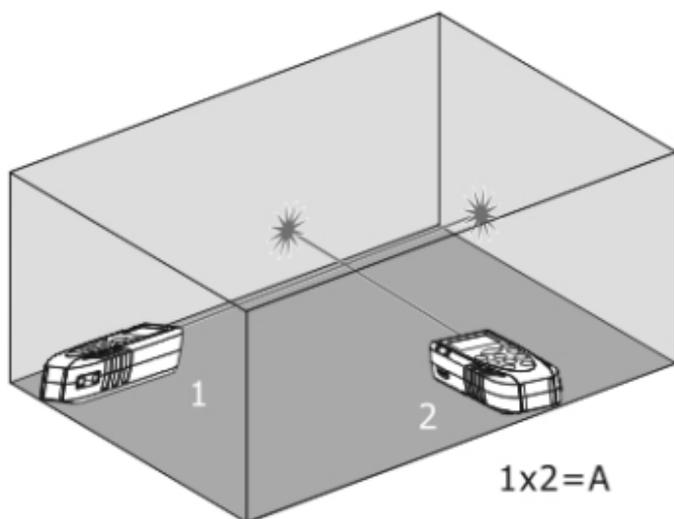

Fig. 7: Exemplo de medição da Área
3. Premir o botão  ou o botão lateral **MEAS** para efetuar a primeira medição (comprimento) da superfície em análise (ver Fig. 7). O valor correspondente é inserido no primeiro display parcial. O símbolo "" é apresentado no display com o lado "2" intermitente.
4. Premir novamente o botão  ou o botão lateral **MEAS** para efetuar a segunda medição (largura) da superfície em análise (ver Fig. 7). O valor correspondente é apresentado no segundo display parcial enquanto o valor total da área (atualizado) é indicado no display resultante.